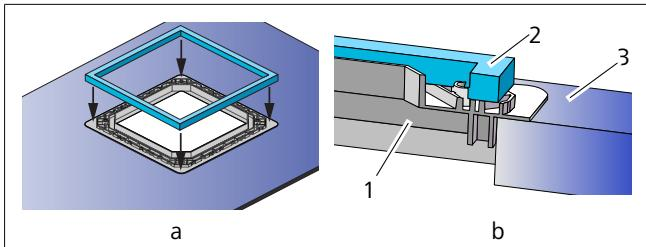

Abb. 13 Dichtung auf einen Adapterrahmen befestigen (400 x 400 mm großer Ausschnitt)
- Ziehen Sie das Schutzpapier ab und kleben Sie die Dichtung auf den Adapterrahmen (400 x 400 mm großer Ausschnitt), siehe Abb. 13-a und b.